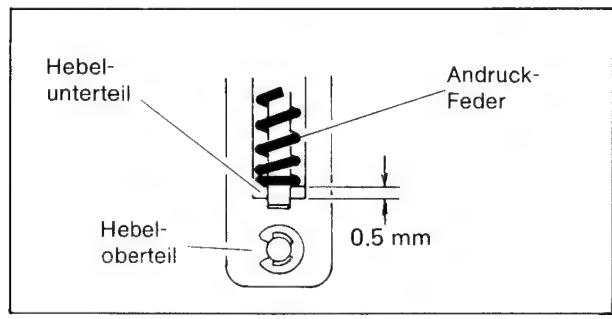

Bild 2-11
3. Andruck der Rolle einstellen, dazu nach dem Wiedereinbau Schrauben noch nicht festziehen. Ohne Band auf Wiedergabe schalten. Wie in Bild 2-11 gezeigt, 0,5 mm Abstand zwischen Hebelunter- und Oberteil durch Verschieben des Magneten einstellen. In dieser Position Schrauben festziehen.